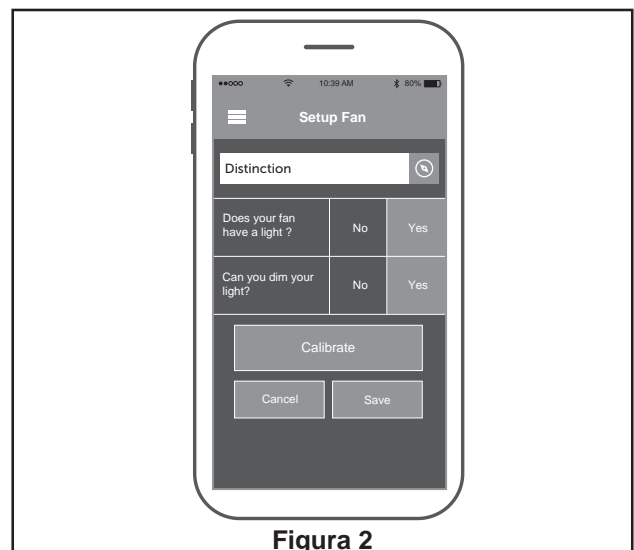

Figura 2
2. Pulse Guardar y su ventilador estará listo para ser utilizado. (Figura 2)